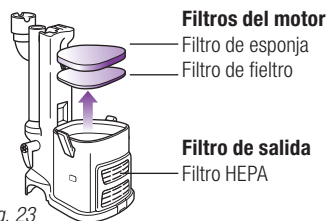

Fig. 23
- 2 Saque los 2 filtros de la parte de arriba de la base del motor. **(Fig. 23)**